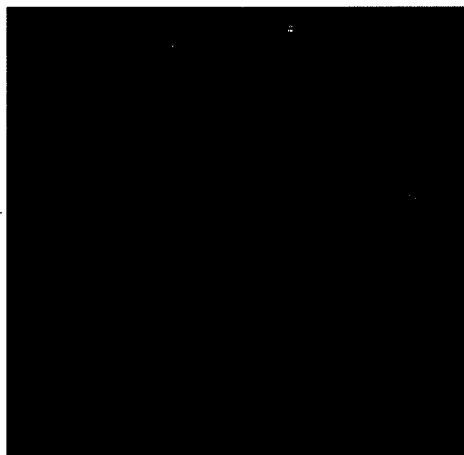

Figura 16
5. Cuando llene la máquina por la parte posterior, ubique la manguera de drenaje limpia contra la abrazadera e inserte la manguera como se indica en la figura 16. El nivel de solución puede visualizarse desde la parte posterior de la máquina.